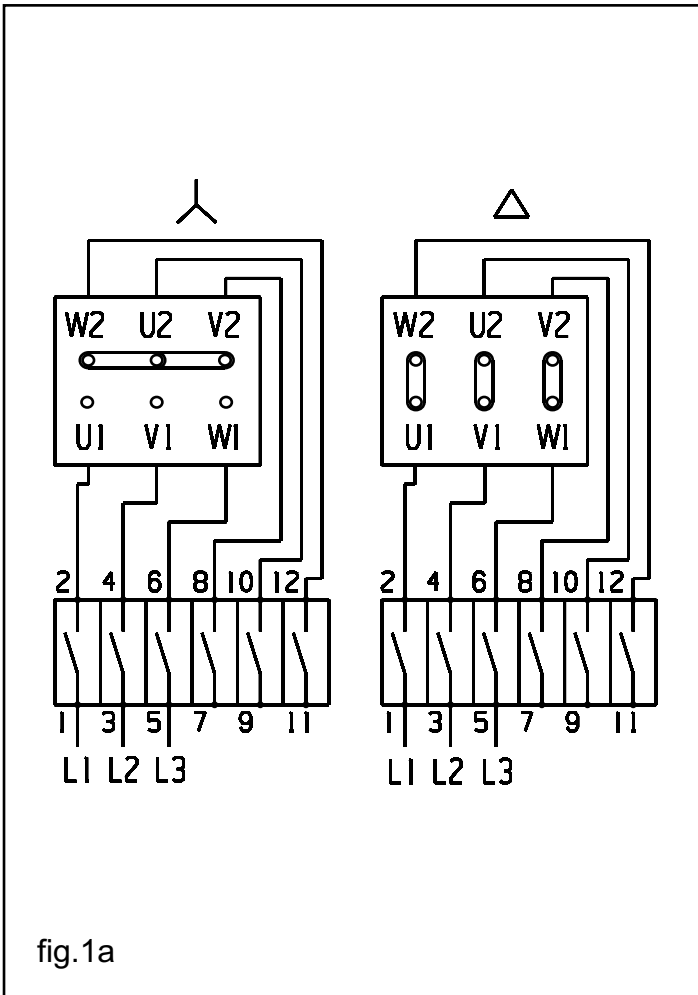
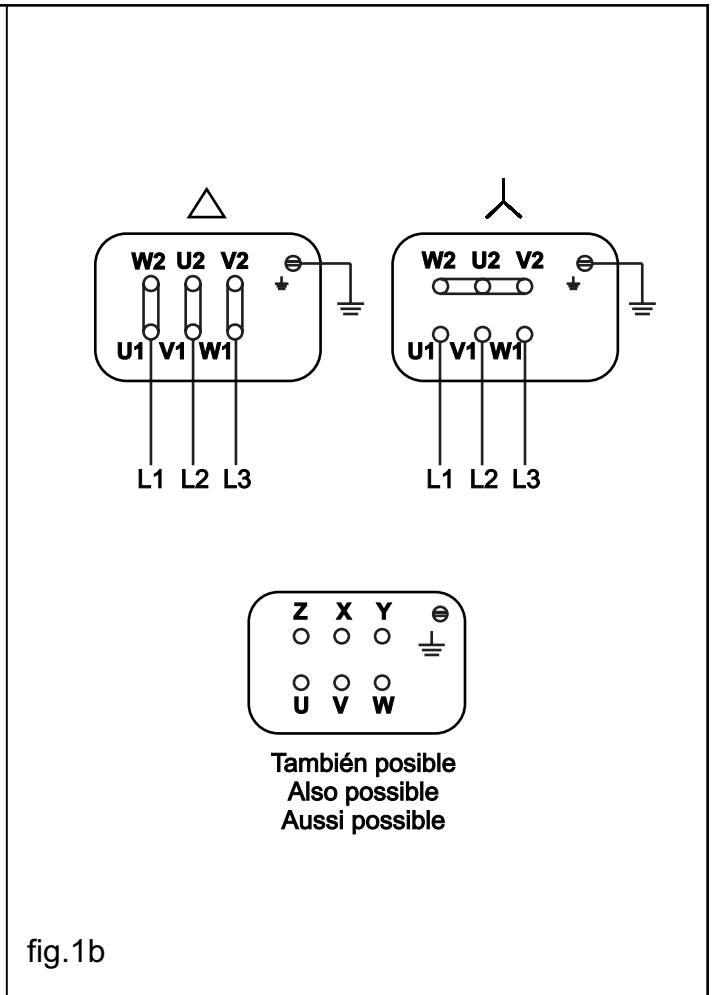

fig.1a
fig.1b
- Para la conexión eléctrica siga las indicaciones del esquema de conexión (fig.1a) para los ventiladores con interruptor de proximidad, o (fig.1b) para los ventiladores sin interruptor de proximidad.
- For the electrical connections follow the connections diagram fig.1a if the fan is fitted with an isolator switch, or fig.1b if the fan is supplied without isolator switch.